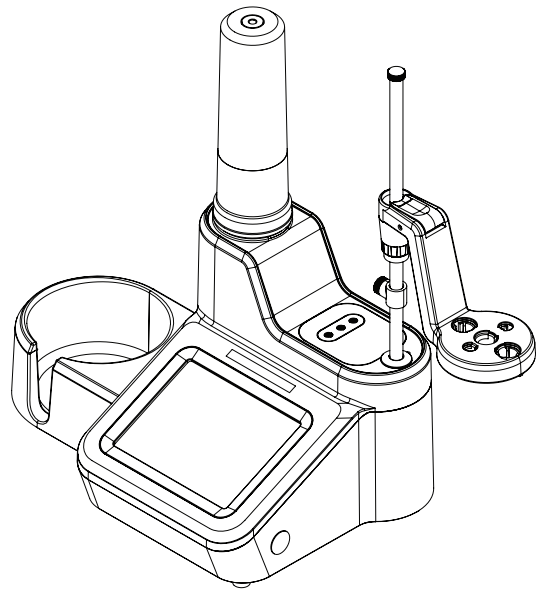

图 4. 定位电极架到 电极架轴
3. 按下释放按钮以调节电极架头到电极架轴上，并将其滑动到轴上合适的位置。参阅图 4。